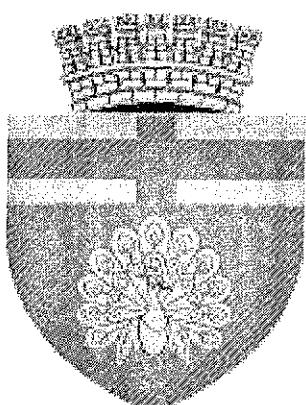

Fig. 2
2.3.4 Banca va fi personalizată astfel: pe o laterală exterioară a picioarelor se va inscripționa prin decupare textul "Primăria Municipiului Botoșani" și pe cealaltă sigla municipiului "Împreună dezvoltăm orașul". Sub ambele texte se va aplica stema municipiului prin una din metode: vopsire în câmp electrostatic sau confectionată din tablă de 1-2 mm grosime aplicată prin nituire (forma stemei din tablă va copia identic forma bombată a feței piciorului). Stema municipiului este prezentată în fig. 2 din Anexa 1 la prezentul. Această cerință este necesară atât pentru a personaliza mobilierul în zonele unde va fi montat cât și pentru a putea fi ușor de identificat în eventualitatea unor furturi.